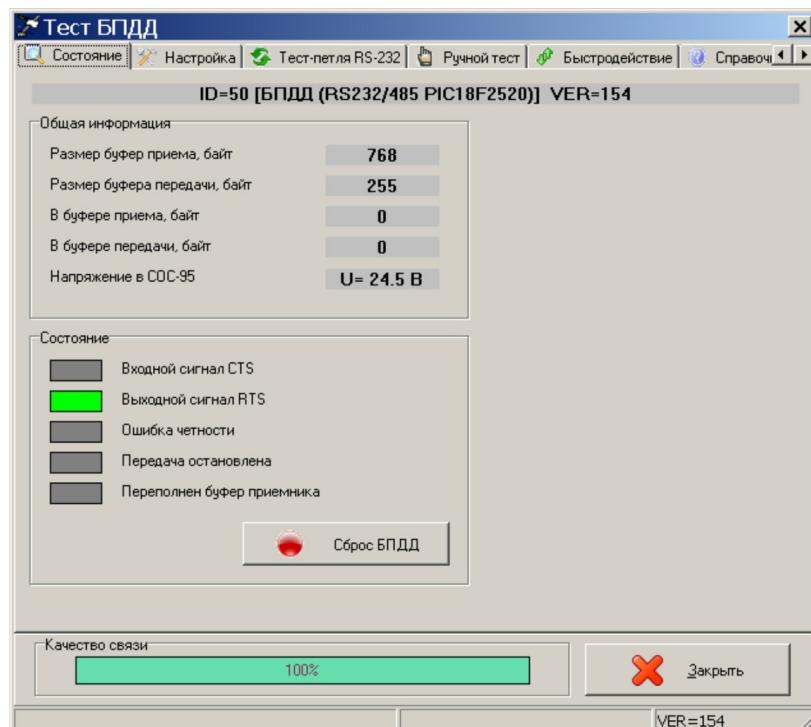

Рисунок 18
2) Выбрать в таблице устройств блок «БПДД». В окне «Поиск» выбрать команду «Тест», затем вкладку «Состояние» и проверить отображение значения напряжения питания «Напряжение в СОС-95» (рисунок 18).